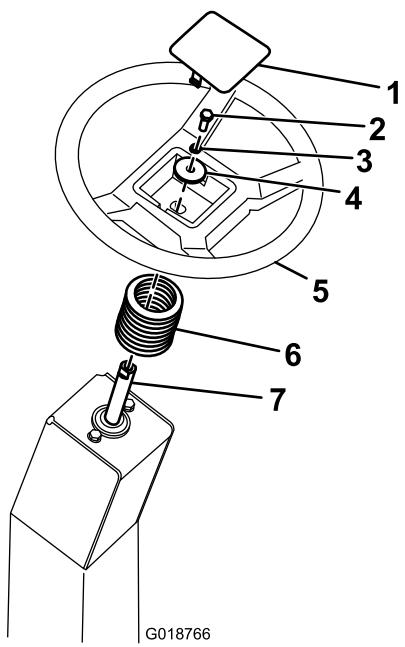

Bild 5
1. Schieben Sie die Lenkwellenabdeckung auf die Lenkrolle (Bild 5).